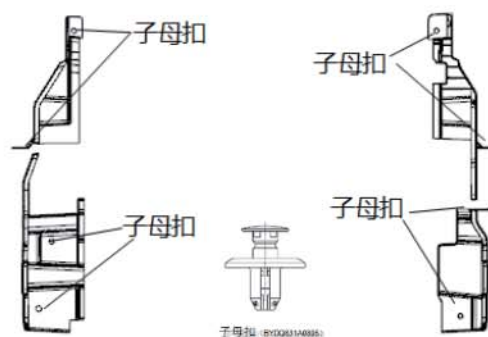

图 2-20
(1) 打开前舱盖，拆除前保险杠，用一字螺丝刀或其他工具拆卸散热器导流板在前端模块以及防撞梁上的 8 个子母扣，如图 2-20 所示；